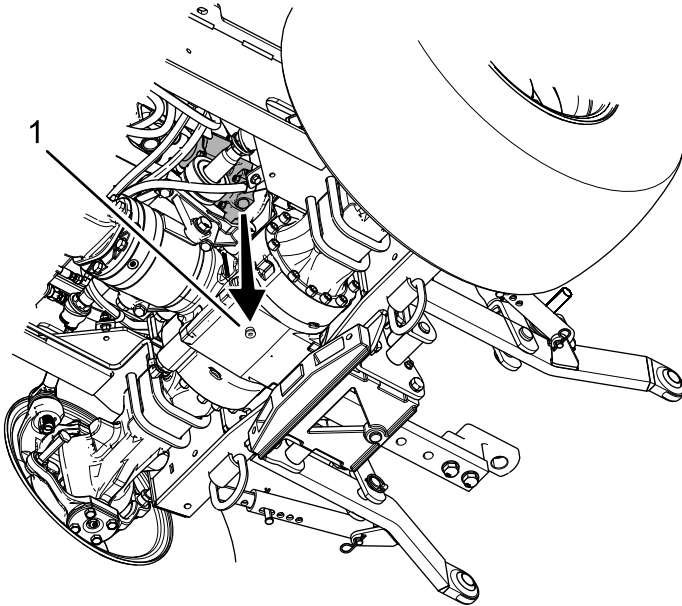

Рисунок 108
3. Снимите пробку сливного отверстия (Рисунок 108).